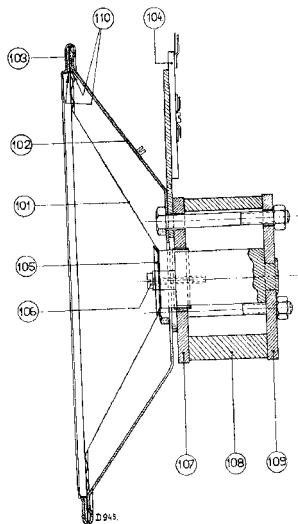

Fig. 8
- Zorg dat voor- en achterplaat (fig. 8 pos. 107 en pos. 109) in geen geval van de magneet getrokken worden; hierdoor zou deze (evenals